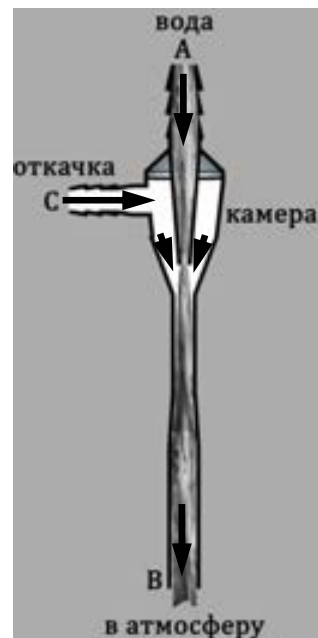

Рис. 1. Устройство водоструйного насоса
Устройство водоструйного насоса показано на рис. 1. В герметичную камеру насоса входят три трубки. Струя воды подается в трубку А, в которой имеется сужение, вставленное с небольшим зазором в воронку другой трубки (В), через которую вода уходит из насоса. Откачиваемый объем соединяется с камерой через трубку С.
Принцип действия насоса состоит в том, что вода, двигаясь с большой скоростью в узком отверстии верхней трубки (см. рис. 1 и уравнение (2)), увлекает за собой воздух из зазора между трубками. Так как прилегающие к струе слои воздуха движутся, давление в них (см. уравнение (3)) падает, что вызывает приток воздуха в зазор из камеры. Давление в камере уменьшается. С точки зрения гидродинамики процесс откачки прекратится, когда давление в камере станет равным давлению в струе жидкости, которое тем меньше, чем больше скорость струи.